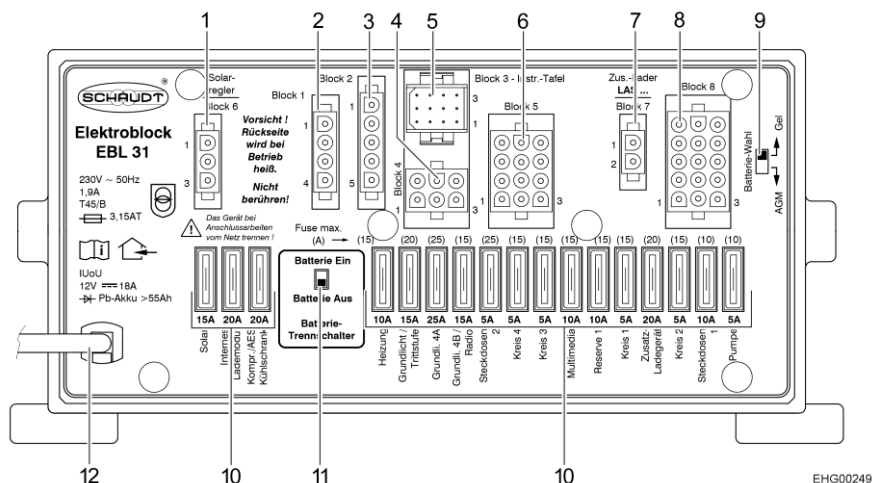

Fig. 72 Bloque eléctrico (EBL 31)
- ▷ Para desconectar todos los consumidores eléctricos de 12 V de la alimentación de corriente y prevenir una descarga de la batería del habitáculo, ajustar el separador de batería (Fig. 72,11) en el bloque eléctrico en "Batterie Aus" (batería Off).
- ▷ Los consumidores como el cargador, el regulador de carga solar, el panel o similares, toman corriente de la batería, incluso al estar desconectado el interruptor principal de 12 V en el panel (Fig. 73,6). Por ello, situar el separador de batería (Fig. 72,11) en el bloque eléctrico en "Batterie Aus" (batería Off), cuando el vehículo no se utilice durante un tiempo prolongado.